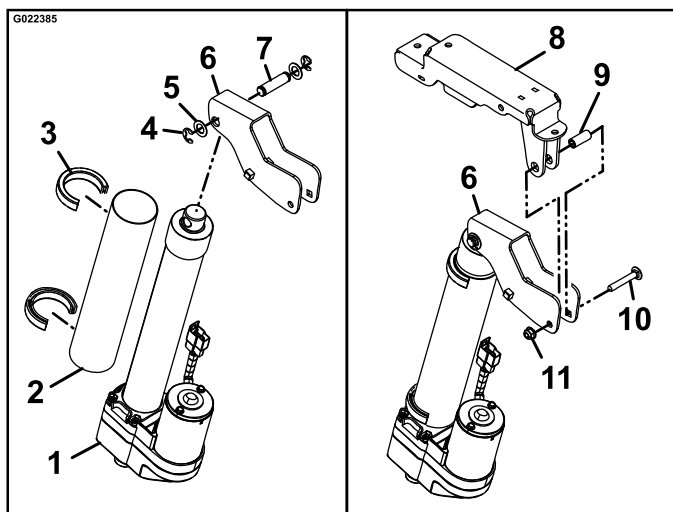

Figura 5
1. Instale el tubo de protección térmica sobre el cilindro y sujete el tubo de protección térmica con los dos trozos de Trim-lok (Figura 5).
2. Alinee el taladro del acoplamiento del actuador con el taladro superior del cilindro e inserte un pasador (5/16 x 1-49/64 pulgada), según se muestra en Figura 5.
5. Introduzca un buje espaciador según se muestra en Figura 5, y sujete el conjunto con un perno de cuello cuadrado (5/16 x 2 pulgadas) y una tuerca nyloc con arandela prensada (5/16 pulgada).